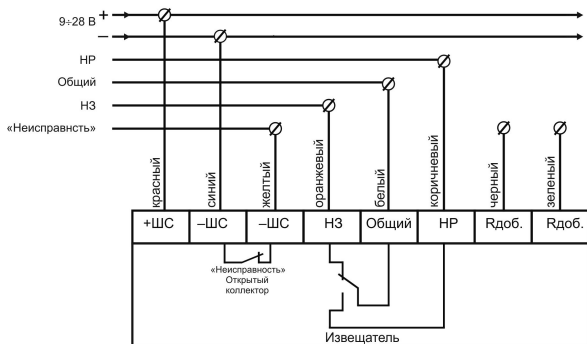

Рис. 4
2.3.3 При использовании «сухих» контактов встроенного реле подключение Извещателя согласно схеме, см. рис. 4.